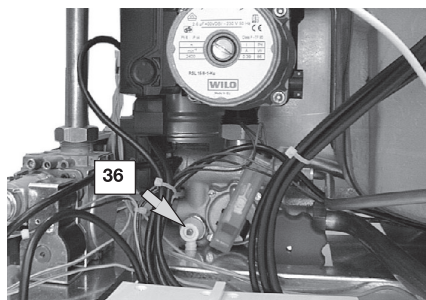

Рисунок 9.4
- Откройте кран слива горячей воды в водонагревателе 46 (Рисунок 9.4) и слейте воду из нагревателя.
- Ослабить кран опорожнения котла 36, см. Рисунок 9.4.